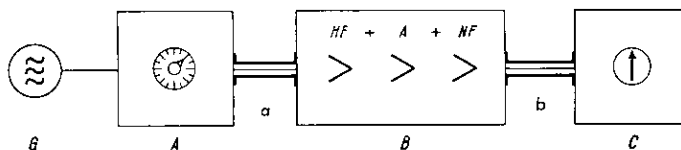
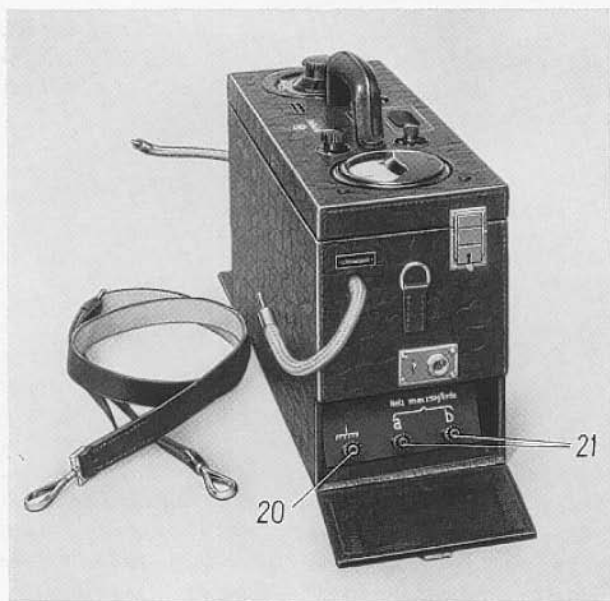
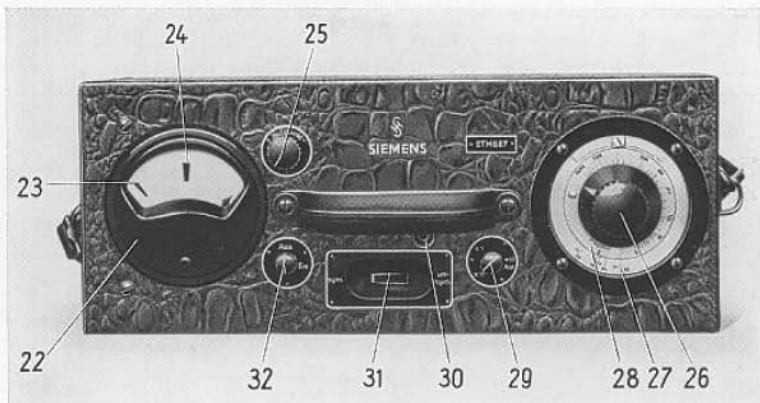

Bild 3. Prinzip der Meßeinrichtung.
Bild 9.
Bild 10. Bedienungsseite des Störmeßgerätes.
1. aus einer Hochfrequenz-Eingangsschaltung mit geeichtem kapazitiven Spannungsteiler Λ (Bild 3).
2. aus einer Niederfrequenz-Ausgangsschaltung mit Geräuschwertzeiger C (Bild 3).
Hinzu kommen die zwei abgeschirmten Leitungen a und b zum Übergang auf das Störsuchgerät B (Bild 3).
Das Störsuchgerät übernimmt die selektive Hochfrequenz-Verstärkung, die Gleichrichtung und anschließende Niederfrequenz-Verstärkung. Durch diese Aufteilung ist die Meßeinrichtung leicht tragbar. Die über die Netzklemmen „a b“ 21 (Bild 9) oder über die Antennen-Buchse 30 (Bild 10) und die Erdklemme 20 (Bild 9) an den kapazitiven Spannungsteiler gelangende Hochfrequenzspannung wird von dort über eine abgeschirmte Leitung an das Gitter der Hochfrequenz-Verstärkerröhre im Störsuchgerät SUG 68 B (Bild 3) geleitet. Dabei ist die im Störsuchgerät vorhandene Rahmenantenne ausgeschaltet. — Von der Hoch-
frequenzröhre gelangt die zu messende Hochfrequenzspannung zum Audion, wird dort mit der durch Betätigung der Rückkopplung erzeugten Hochfrequenzspannung überlagert und steht schließlich durch Gleichrichtung als niederfrequente Spannung nach nochmaliger Verstärkung zum Betrieb des Kopfhörers bzw. des über eine zweite abgeschirmte Leitung angeschlossenen Geräuschwertzeigers C (Bild 3) zur Verfügung. Der Geräuschwertzeiger besteht aus einer Röhrenschialtung mit einem Drehspulinstrument in der Anodenleitung als Anzeigergerät 22 (Bild 10). Durch Bedienen der Rückkopplung wird die Verstärkungseinrichtung im Stör-
suchgerät stets auf größte Empfindlichkeit gebracht, was am Ausschlag des Geräuschwertzeigers zu erkennen ist. Der Spannungsteiler 26 (Bild 10) wird so bedient, daß der Geräuschwertzeiger auf einen festen, durch eine rote Marke gekennzeichneten Wert einspielt. Die dann am Spannungsteiler abgelesene Spannung in μV entspricht der am Meßpunkt herrschenden Hochfrequenzspannung (vgl. Seite 12).
Dabei ist noch zu beachten, daß Störspannungen sehr starker Störer (schadhafte Maschinen und Geräte, Hochfrequenz-Heilgeräte, Diathermie- und Röntgenanlagen, sehr starke Sender in großer Nähe) durch Streuung und Strahlung auch auf anderem Wege als über die Netzklemmen „a b“ 21 (Bild 9) das Störmeßgerät erreichen und dadurch das Meßergebnis fälschen können. Man kann sich durch
1. Die Netzklemmen „a b“ 21 (Bild 9).
Die Meßbereiche werden durch einen Umschalter 29 (Bild 10) eingestellt. Die Eingangsklemmen sind demnach benutzbar:
2. Die Antennenbuchse: „Ant.“ 30 (Bild 10).
Zur Messung an hochohmigen Antennen-Anlagen ist ein zweiter Eingang vorhanden 30 (Bild 10).
Für das Störmeßgerät wird zum Schutz gegen Regen eine Schutzhaut mitgeliefert; außerdem ein Tragriemen (siehe Bild 9).
Die Klemmen „a b“ des Störmeßgerätes 21 (Bild 9) werden mit den Netzklemmen des Störers bzw. des Starkstromnetzes verbunden. Die Verbindung soll nicht länger als 50 cm sein. Bei Abschirmung der Zuleitung darf ihre Kapazität gegeneinander und gegen Erde 12,5 pF nicht überschreiten. Die Spannung am Starkstromnetz muß unter 250 V gegen Erde liegen. (Vgl. technische Daten.) Das Gehäuse des Störers verbindet man mit der Klemme „ \perp “ des Störmeßgerätes 20 (Bild 9). Eine Erdung darf an anderer Stelle (Störsuchgerät) nicht erfolgen. Bei Unterbringung der Meßapparatur in Abschirmgehäusen sind diese isoliert aufzustellen. Bei Pegelmessungen an Starkstromnetzen wird diese Klemme mit Erde verbunden. Die Wahl des Erdpunktes hängt davon ab, welche Spannung jeweils interessiert. Bei Beeinflussungsmessungen an Empfängern nimmt man die gleiche Erde, die der Empfänger verwendet.
- Die symmetrische Störspannung: Schalter symmetrisch-unsymmetrisch auf „sym“ 31 (Bild 10),
- die unsymmetrische Störspannung: Schalter symmetrisch-unsymmetrisch auf „unsym“ 31 (Bild 10).
Niederohmig zu bezeichnen sind Schutzantennenleitungen ohne Übertrager und Schutzantennenleitungen mit Übertragern dann, wenn zwischen Antennenübertrager und Empfängerübertrager gemessen wird. — Ferner sind Gemeinschaftsantennen-Anlagen zwischen Antennenverstärker und Antennensteckdose im allgemeinen niederohmig. Der Schalter „unsymmetrisch/symmetrisch“ wird auf unsymmetrisch gestellt. Die Klemme „ $\frac{1}{2}$ “ wird mit dem Abschirmmantel der Schutzantennenleitung verbunden. Der Anschluß der Antennenleitung erfolgt an Klemme a 21 (Bild 9).
In Gemeinschaftsantennen-Anlagen mit Antennenverstärker sind die Abschnitte hochohmig, die hinter den Antennensteckdosen (zum Empfänger hin) liegen. Der Schalter „symmetrisch-unsymmetrisch“ wird auf unsymmetrisch gestellt. Der Meßbereichschalter wird auf „X 10 Ant“ gestellt. Der Anschluß der Antenne erfolgt an der Buchse „Ant.“ 30 (Bild 10). Die Klemme „ \perp “ 20 (Bild 9) wird bei Schutzantennen mit dem Abschirmmantel verbunden. Bei ungeschirmten Antennen wird die gleiche Erde benutzt, die der jeweils angeschlossene Empfänger verwenden würde.
2. Schalter des Störmeßgerätes 32 (Bild 10) „Ein-Aus“ auf „Ein“ stellen!
3. Mit Knopf „Nullpunkt“ 25 (Bild 10) Zeiger auf linken schwarzen Teilstrich 23 (Bild 10) des Anzeigeinstrumentes einregeln.
4. Meßbereichumschalter 29 (Bild 10) auf „X 1“ stellen.
5. Roten Pfeil „Frequenz“ 28 (Bild 10) am Störmeßgerät und Abstimmung 14 (Bild 6) des Suchgerätes auf die Frequenz bringen, bei der gemessen werden soll.
Störerklemmen mit Meßgerätklemmen „a b“ 21 (Bild 9) und Erde mit Klemme „ \perp “ 20 (Bild 9) verbinden. Bei geerdeten Störern ist das Störgehäuse mit der gleichen Erde zu verbinden. Meßbereichumschalter 29 (Bild 10) zunächst auf „X 1“, Leitungsumschalter 31 (Bild 10) auf „sym.“ bzw. „unsym.“ schalten.
(vgl. Abschnitt a Seite 15.) Anschluß der Antennenader an Klemme a 21 (Bild 9). Antennenabschirmung an Klemme „ \perp “ 20 (Bild 9) anschließen und Meßbereichumschalter 29 (Bild 10), zunächst auf „X 1“, sowie Leitungsumschalter 31 (Bild 10) auf „unsym.“ schalten.
(vgl. Abschnitt b Seite 15.) Anschluß der Antennenader an Klemme „Ant.“ 30 (Bild 10). Antennenabschirmung oder bei ungeschirmten Antennen Erde an Klemme „ \perp “ 20 (Bild 9) anschließen und Meßbereichumschalter 29 (Bild 10) auf „Ant.“ sowie Leitungsumschalter 31 (Bild 10) auf „unsym.“ schalten.
10. Schalter des Meßgerätes „Ein=Aus“ 32 (Bild 10) auf „Ein“ schalten.
11. Mit Knopf „Nullpunkt“ 25 (Bild 10) Zeiger auf linken schwarzen Teilstrich 25 (Bild 10) nachregeln.
12. Roten Pfeil „Frequenz“ 28 (Bild 10) auf die Frequenz einstellen, bei der gemessen werden soll. Frequenz so wählen, daß keine Beeinflussung durch Sender erfolgt. Zu bevorzugen sind die Frequenzen 160, 240, 550 und 1400 kHz, oder die auf der Meßgerät-Frequenzskala hervorgehobenen Werte.
16. Mittels Spannungsteiler 26 (Bild 10) Geräuschwertzeiger auf roten Teilstrich 24 (Bild 10) einregeln. Gelingt dies nicht, Meßbereichumschalter auf „X 10“ schalten.
(vgl. Abschnitt a Seite 15.) Antennenader an Klemme a 21 (Bild 9) und Antennenabschirmung an Klemme „ \perp “ 20 (Bild 9) anschließen. Meßbereichumschalter 29 (Bild 10), zunächst auf „X1“, Leitungsumschalter 31 (Bild 10) auf „unsym.“ schalten.
(vgl. Abschnitt b Seite 15.) Antennenader an Klemme „Ant.“ 30 (Bild 10) und Antennenabschirmung oder bei ungeschirmten Antennen Erde an Klemme „ \perp “ anschließen 20 (Bild 9). Meßbereichumschalter 29 (Bild 10) auf „X10 Ant.“ Leitungsumschalter 31 (Bild 10) auf „unsym.“ schalten.